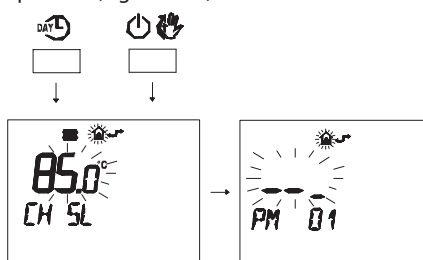

Figura 5.46
- Premere contemporaneamente i pulsanti e per entrare nella programmazione trasparente (Figura 5.46).